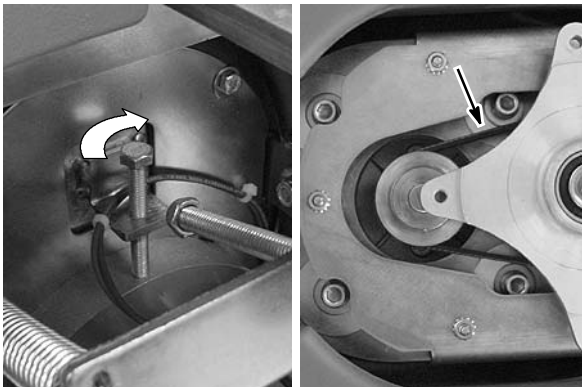

ABB. 15
- Drehen Sie den Einstellbolzen nach rechts, bis die Mitte des Riemens bei 4,5 kg Belastung eine Durchbiegung von 6 mm aufweist (Abbildung 15).